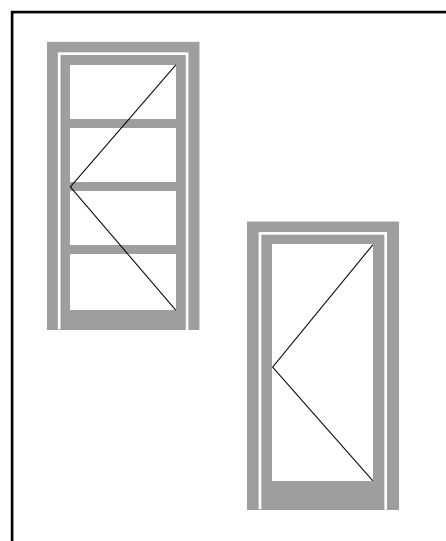

Abb. 2 / Fig. 2 / Fig. 2
- ein oder mehrere Riegel (Abb. 2)
- hoher Sockel (H ca. 200 mm, Abb. 2)
- une ou plusieurs traverses (fig. 2)
- socle plus élevé (H 200 mm env. fig. 2)
- one or more mid-rails (fig. 2)
- high bottom rail (h approx. 200 mm, fig. 2)